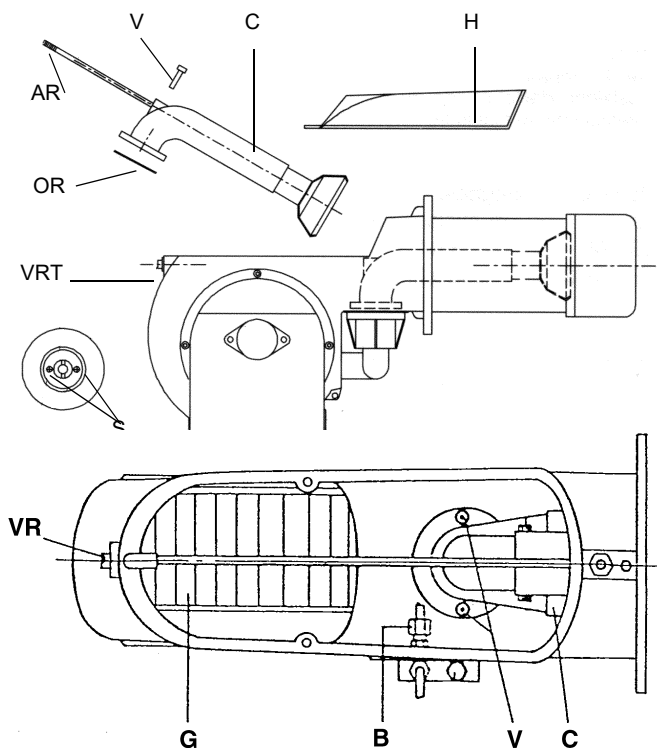

Рис. 5
- Открутить винты V, которые блокируют коллектор газа C, расслабить две соединительные детали B на Рис. 5, и вынуть весь узел в комплекте, как это указано на Рис. 4.